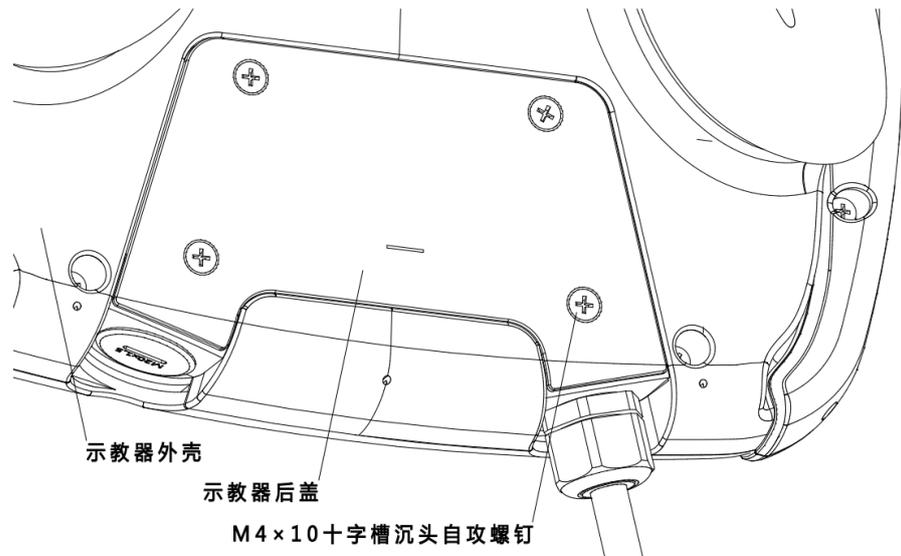

图 10-6 更换示教器外部线束示意图 1
- 步骤1. 用十字螺丝刀拧开示教器后盖上的 4 个 M4 × 10 十字槽沉头自攻螺钉，取下后盖，参考图 10-6。